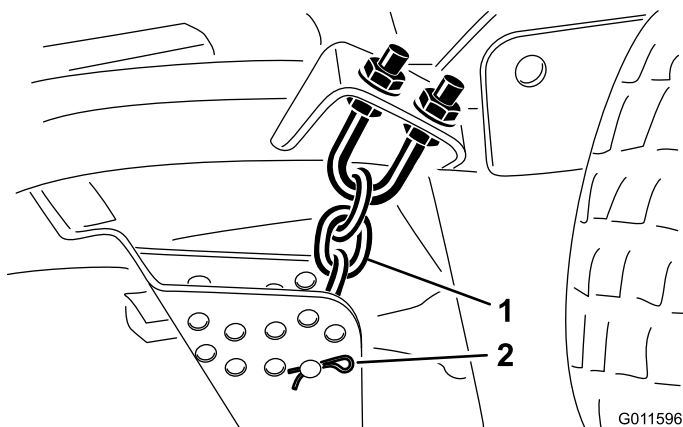

Figura 7
10. Retire os pernos de gancho e pinos de segurança que fixam as correntes da altura de corte à traseira da unidade de corte (Figura 7).